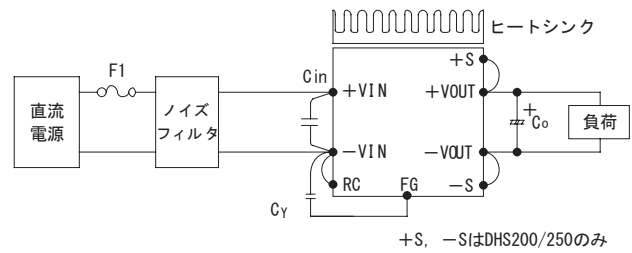

図2.1 標準接続方法
■電源を使用するためには、図2.1の接続と表2.1の外付け部品が必要です。
(2) ノイズフィルタ／接地コンデンサ
- 入力ラインでの帰還ノイズ低減、電源の安定動作のために、ノイズフィルタ、接地コンデンサ C_V を接続してください（図2.1）。
(3) 入力側外付けコンデンサ
- 入力ラインへの帰還ノイズ低減、電源の安定動作のために、入力側+VINと-VIN間にコンデンサ C_{in} を接続してください（図2.1）。
- 出力安定度向上のために、出力側+VOUTと-VOUT間にコンデンサ C_o を接続してください（図2.1）。推奨容量を表3.2に示します。